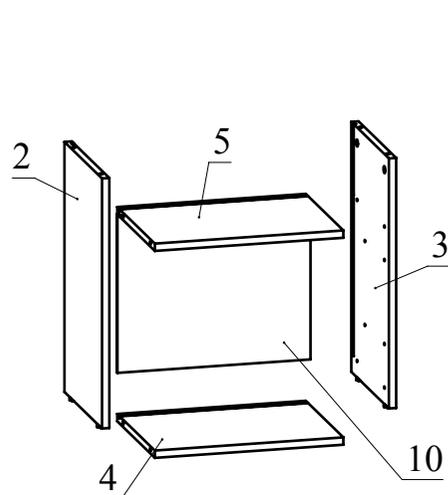

Рис.6
5. Установите детали 4, 5 на деталь 2 и зафиксируйте, повернув конфирматным ключом головки минификсов по часовой стрелке до упора. В пазы деталей 2, 4, 5 вставьте заднюю стенку 10 из ДВП. Установите деталь 3 на детали 5 и 4 и зафиксируйте, повернув конфирматным ключом головки минификсов по часовой стрелке до упора (Рис. 6).